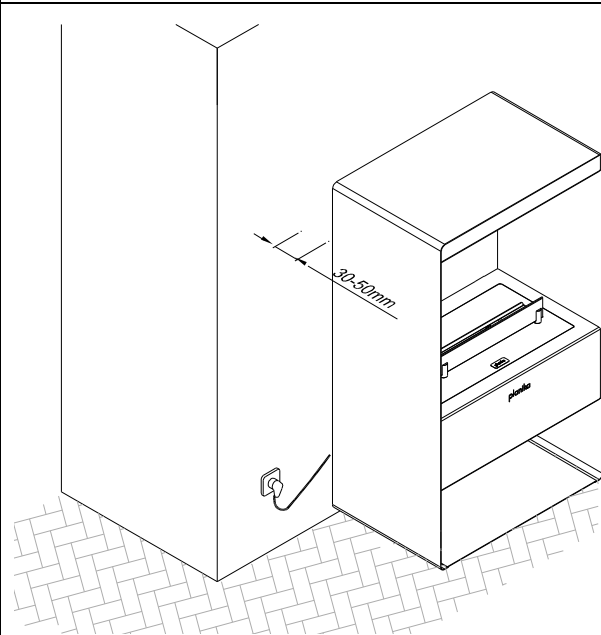

Fig. 10
2. Retirez le verre du produit (fig 10)
3. Retirez la plaque supérieure de l'appareil pour accéder à l'intérieur du produit (fig 10)
3. Retirez la plaque supérieure de l'appareil pour accéder à l'intérieur du produit (fig. 10)
6. Appuyez sur l'interrupteur « A » pour le mettre en position « OFF » (0)